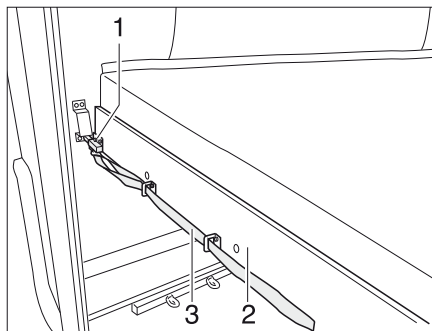

Bild 175 Våningssäng (bak)
- Dra i bandet (Bild 175,3) och lossa spärren (Bild 175,1).
- Dra fram ribbotten (Bild 175,2) med madrassen så att den hakar i.